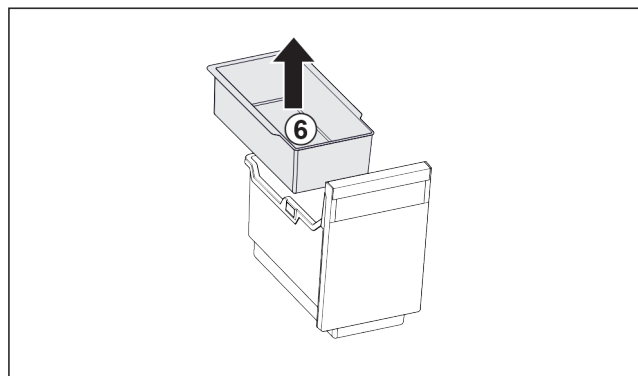

Fig. 101
- Rimuovere la vaschetta da agganciare Fig. 101 (6).